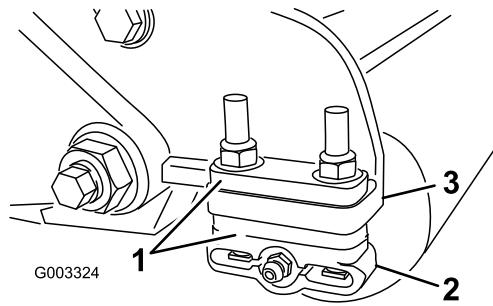

Bild 18
- Legen Sie die benötigte Anzahl von Distanzstücken unter den Befestigungsflansch der Seitenplatte (Bild 18), um die Halterungen der hinteren Rolle (Bild 18) auf die gewünschte Schnitthöhe einzustellen, siehe Schnitthöhentabelle.